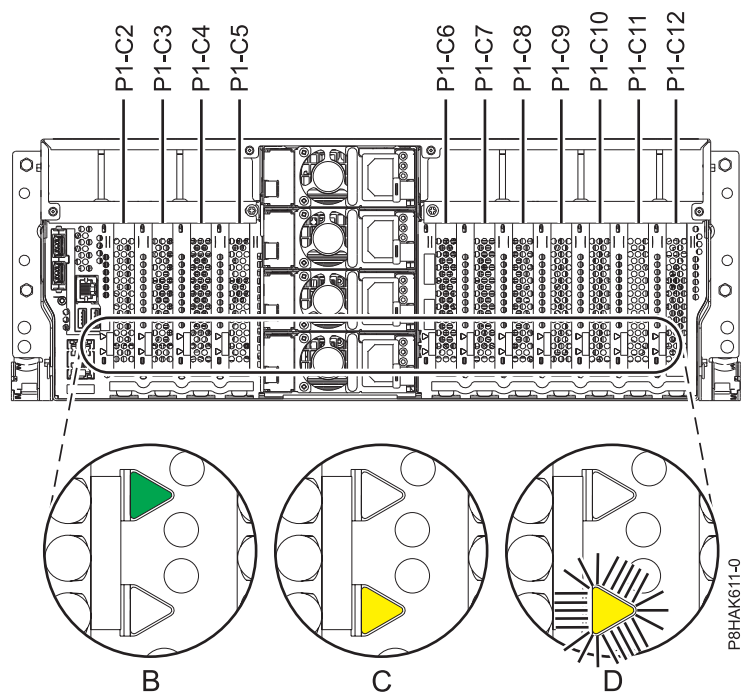
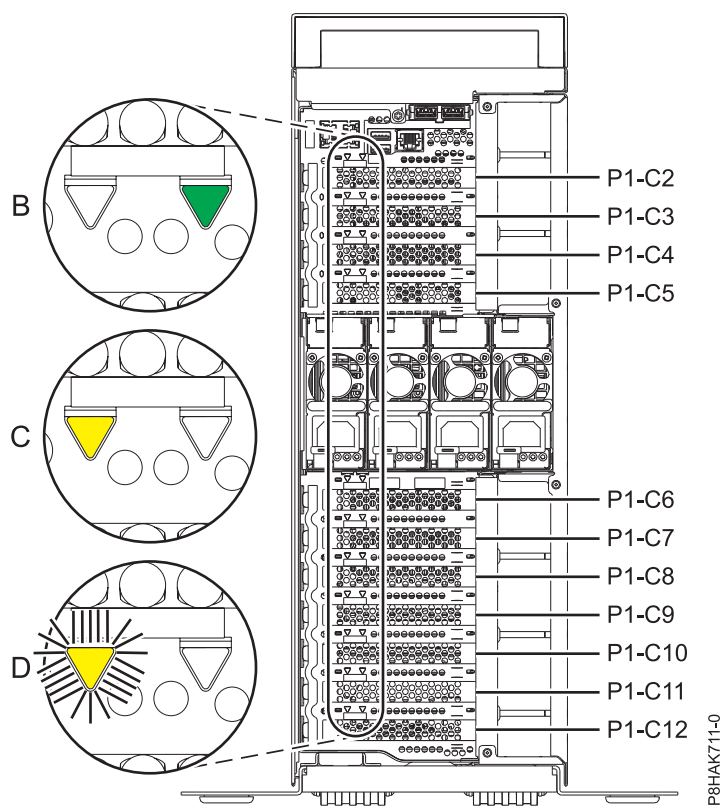

Figura 29. Localizações de ranhuras de adaptadores PCIe e localizações dos LEDs num sistema 8247-42L, 8286-41A ou 8286-42A montado em bastidor
Figura 30. Localizações de ranhuras de adaptadores PCIe e localizações de LEDs num sistema 8286-41A autónomo
1. Familiarize-se com a localização das ranhuras de adaptador PCIe e indicadores de assistência para o adaptador PCIe no qual pretende prestar assistência. Os adaptadores PCIe estão instalados na parte posterior do sistema. A Figura 29 na página 35 e a Figura 30 na página 35 mostram as localizações dos adaptadores PCIe num sistema e as localizações dos díodos emissores de luz (LEDs) para o adaptador PCIe.